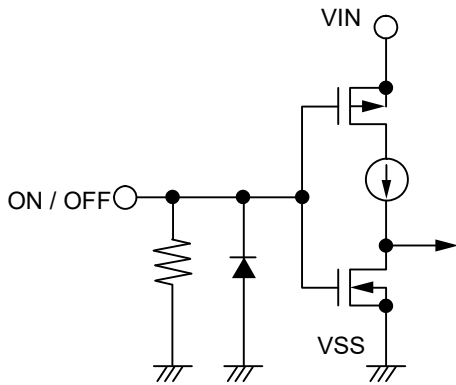
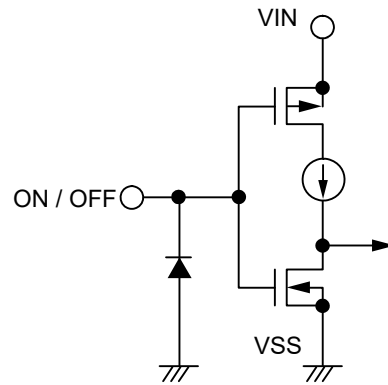

图29 S-19244xxxH系列A / C / E / G型
图30 S-19244xxxH系列B / D / F / H型
ON / OFF端子的结构如图29、图30所示。
*2. 将ON / OFF端子连接到VIN端子上进行工作时，S-19244xxxH系列A / C / E / G型的消耗电流中，流入下拉电阻中的电流量会增多，务请注意（请参阅图29）。